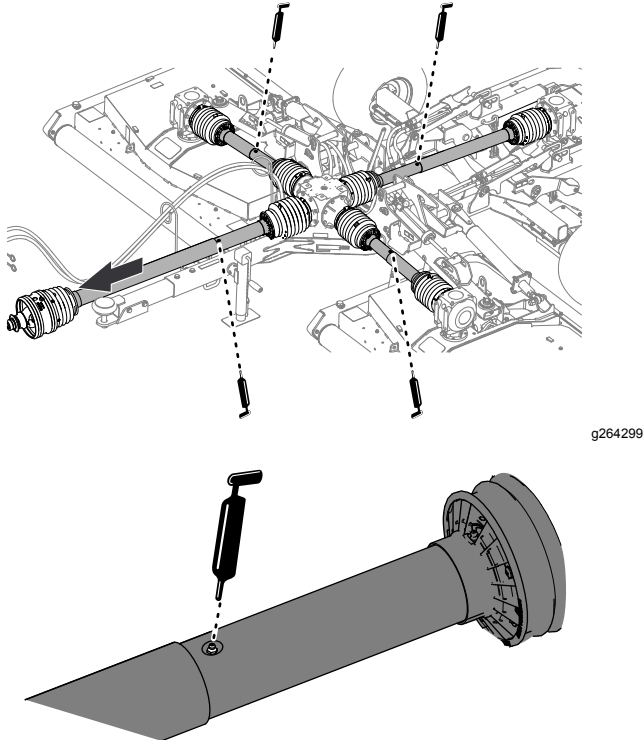

Figura 49
1. Estenda parcialmente o veio da transmissão da tomada de força para aceder ao bocal de lubrificação perto do meio do resguardo do veio da transmissão interno (Figura 49).
2. Aplique lubrificante nos quatro bocais de lubrificação para as juntas do veio da transmissão telescópica, como se mostra na Figura 49.